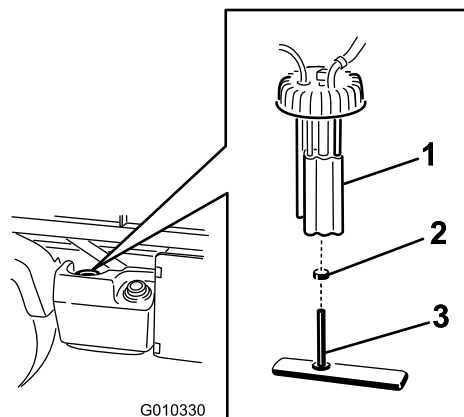

Bild 48
2. Ziehen Sie die Kabelbaumanschlüsse von der Kraftstoffpumpe ab (Bild 48).
3. Lösen Sie die Schlauchklemme und schließen Sie die Kraftstoffleitung von der Kraftstoffpumpenkappe ab (Bild 48).
4. Entfernen Sie die Kappe von der Oberseite des Ölbehälters (Bild 48).
5. Entfernen Sie die Kraftstoffpumpe und den Kraftstofffilter vom Tank (Bild 48).
7. Schließen Sie den Schlauch vom Anschlussstück ab (Bild 48).